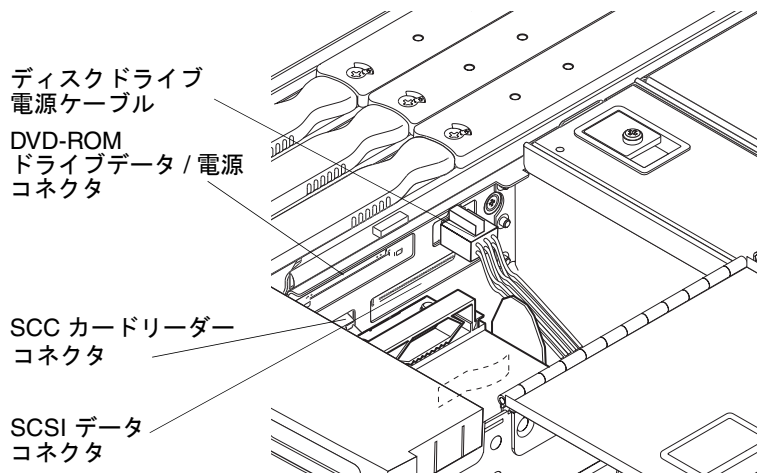

図 8-3 IB_SSC アセンブリのケーブルおよびコネクタの位置
9. IB_SSC アセンブリからリムーバブルメディアモジュールへの I/O ケーブルを外します (図 8-3)。作業の妨げにならないようにケーブルをまとめます。